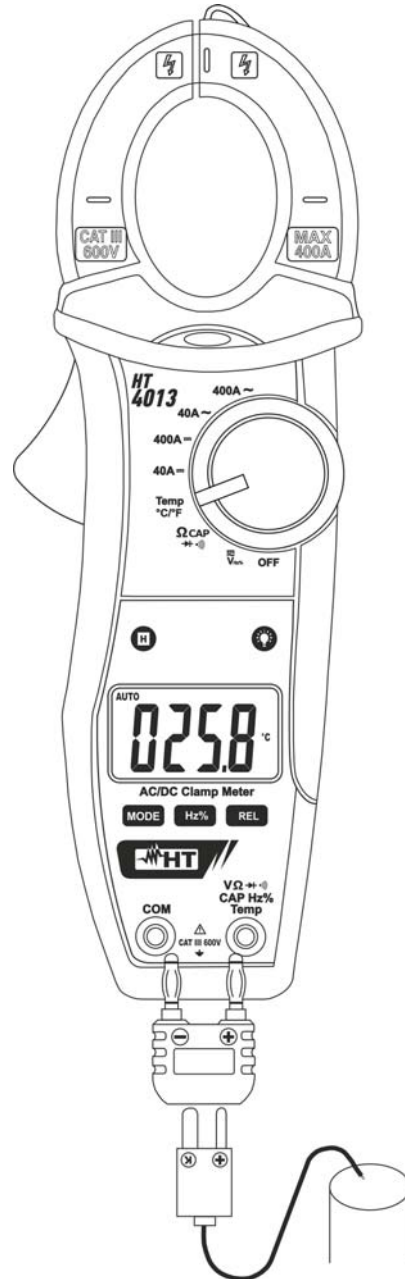

Fig. 9: Uso de la pinza para medida de Temperatura
3. Inserte la sonda tipo K en dotación en los terminales de entrada **VΩ→←CAPHz%Temp** y **COM** mediante el adaptador, respetando la polaridad mostrada en Fig. 9. El valor de la temperatura se muestra en pantalla